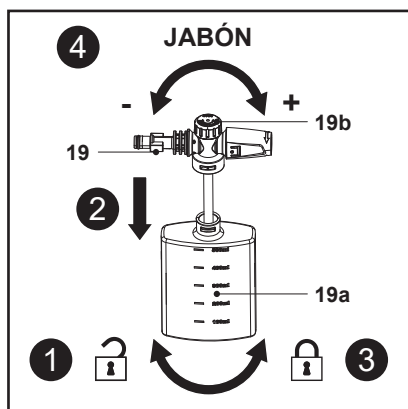

Fig. 11
Rellene y use el detergente como se muestra en la Fig. 11.
1. Sujete la boquilla de la botella de detergente (19) y, a continuación, desbloquee y retire la botella (19a) (Fig. 11, paso 1).
2. Asegúrese de que la tubería de suministro de agua está correctamente fijada a la boquilla de detergente (19).
4. Coloque la boquilla (19) en la botella de detergente (19a) (Fig. 11, paso 2).
5. Sujete la boquilla de la botella de detergente (19) y, a continuación, fije la botella (19a) firmemente en ella (Fig. 11, paso 3).
6. Gire el mando ajustable (19b) hacia la derecha para realizar un lavado con jabón a dosis altas y hacia la izquierda para un lavado con jabón a dosis bajas (Fig. 11, paso 4).
7. Monte la boquilla de la botella de detergente (19) en la pistola pulverizadora (15).
8. La boquilla de la botella de detergente (19) está lista para su uso.